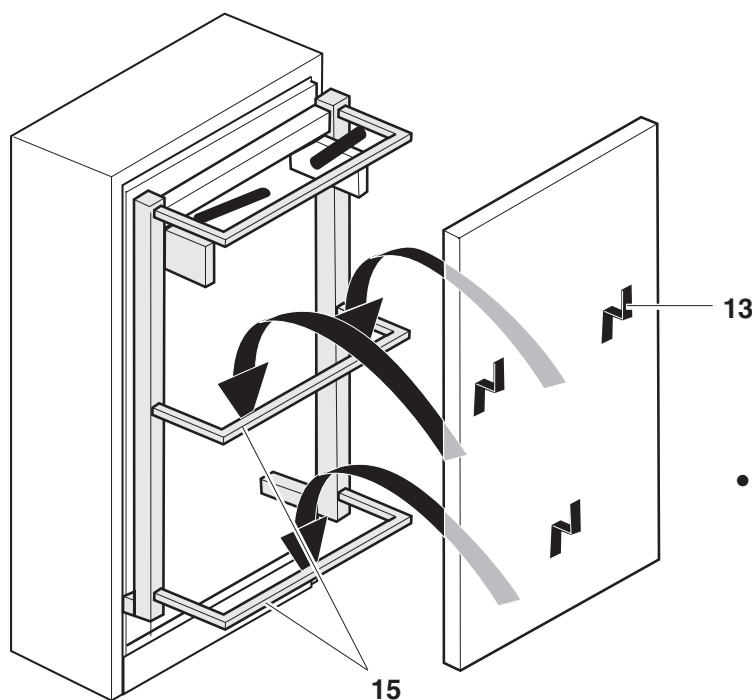

Fig. 9
- Accrocher les équerres de fixation **13** de la plaque avant préparée aux tubes transversaux **15** du cadre de lit, voir **fig. 9**.